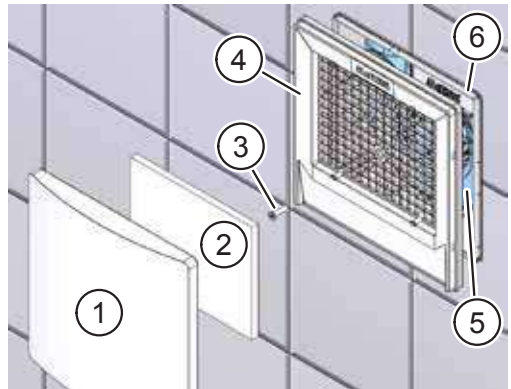

Abb. 14: Ansaugdeckel, Luftfilter und Filterträger entfernen
- ▶ Nehmen Sie den Ansaugdeckel (Pos. 1 in Abb. 14) vom Filterträger ab.
- ▶ Entfernen Sie den Luftfilter (Pos. 2 in Abb. 14) aus dem Filterträger.
- ▶ Lösen Sie die M6-Senkkopfschraube (Pos. 3 in Abb. 14) am Lüftermotor (Pos. 5 in Abb. 14):
- ▶ Entfernen Sie den Filterträger (Pos. 4 in Abb. 14) vom Gehäuse (Pos. 6 in Abb. 14) auf.